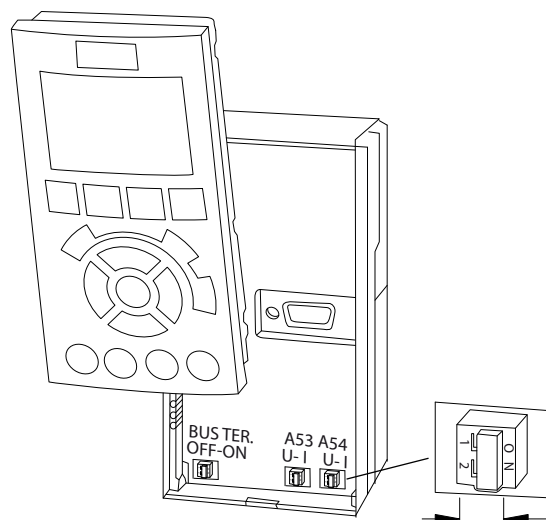

图 5.40 端子 53 和 54 的开关位置
- 控制卡上提供了一个用于总线端接阻抗的开关 (BUS TER.)。请参阅 图 5.40。
1. 拆下 LCP。请参阅 图 5.40。